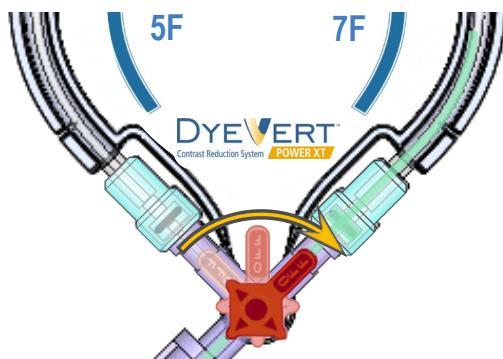

Figura 2 - Adescamento del percorso di deviazione del lato opposto
6) Ruotare il *rubinetto per la selezione delle valvole* sulla posizione dell'altra valvola (vedere la Figura 2).